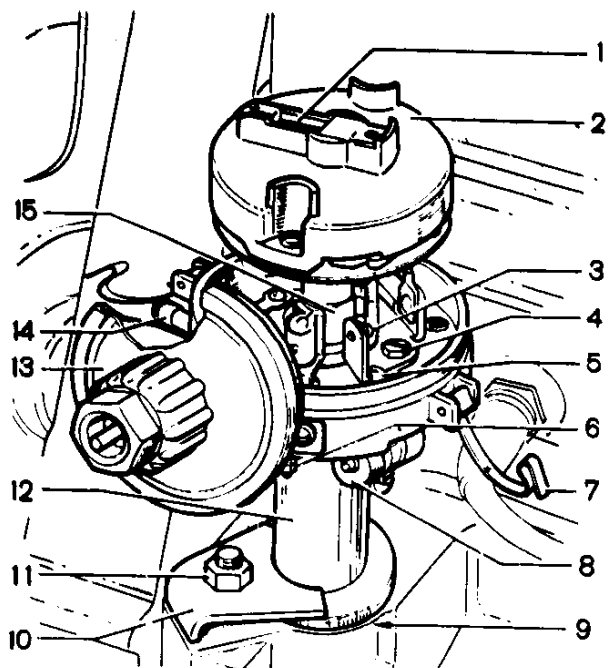
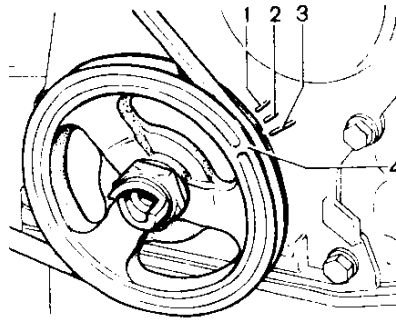

Fig. 41. Distributore d'accensione:
Fig. 42. Contrassegni sulla puleggia e coperchio comando dispositivo distribuzione:
1. Controllate la superficie di lavoro dei contatti 3 (fig. 41) del ruttore. Pulite, se necessario, i contatti con una lima piatta dolce, evitando di approfondire la cavità sui contatti. Controllate e, se necessario, pulite i contatti della calotta e della spazzola rotante.
- innestate l'accensione e ruotate lentamente l'albero motore con la manovella di avviamento a mano: a registrazione dell'anticipo corretta la lampadina di controllo si deve accendere quando il contrassegno 4 (fig. 42) sulla puleggia dell'albero motore coincide con il contrassegno 2 sul coperchio comando dispositivo distribuzione, mentre il contatto della spazzola rotante 2 (fig. 41) deve trovarsi contro il contatto del primo cilindro sulla calotta del distributore.
- ruotate l'albero motore con la manovella di avviamento a mano, fissandolo in posizione quando il contatto della spazzola ruotante sia diretto verso il contatto del primo cilindro sulla calotta del distributore, e il contrassegno 4 (fig. 42) coincida con il contrassegno 2 (il pistone del primo cilindro non rag-
- allentate il dado 11 (fig. 41) e ruotate il corpo 12 del distributore d'accensione in senso orario fino a chiudere i contatti del ruttore;